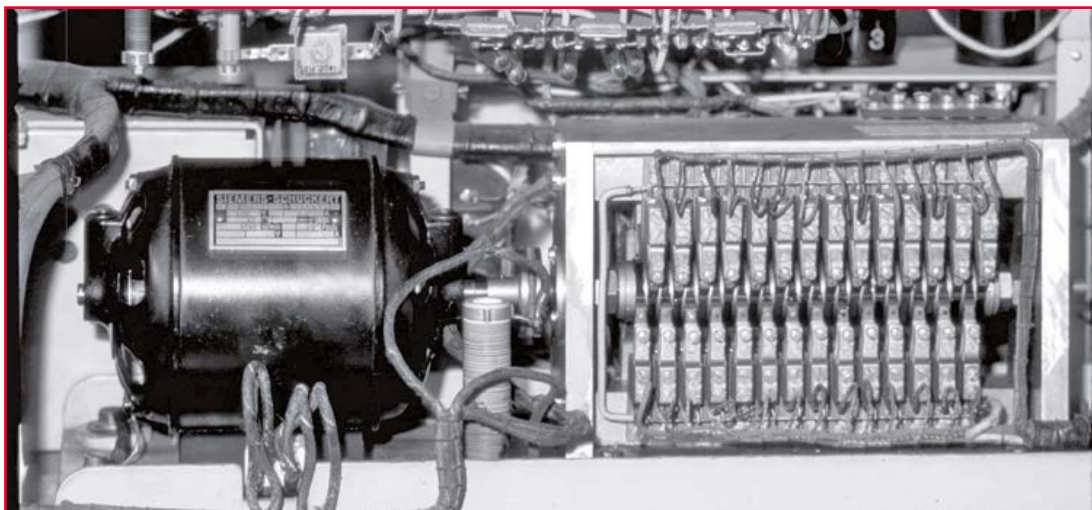

Figure 3. Moteur d'entraînement et commutateurs à cames avec 54 jeux de ressorts (photo originale).
Premières tentatives prudentes : le moteur d'entraînement des cames des deux jeux de contacts (**fig. 3**) était grippé ; pas de haute tension (HT) sur le tube cathodique (« tube de Braun ») de 7 pouces (18 cm) à déviation asymétrique. Malheureusement, ce tube était devenu inutilisable du fait de la corrosion des fils au niveau du culot. Seule la partie à fréquence audio de l'appareil semblait plus ou moins en état de marche.